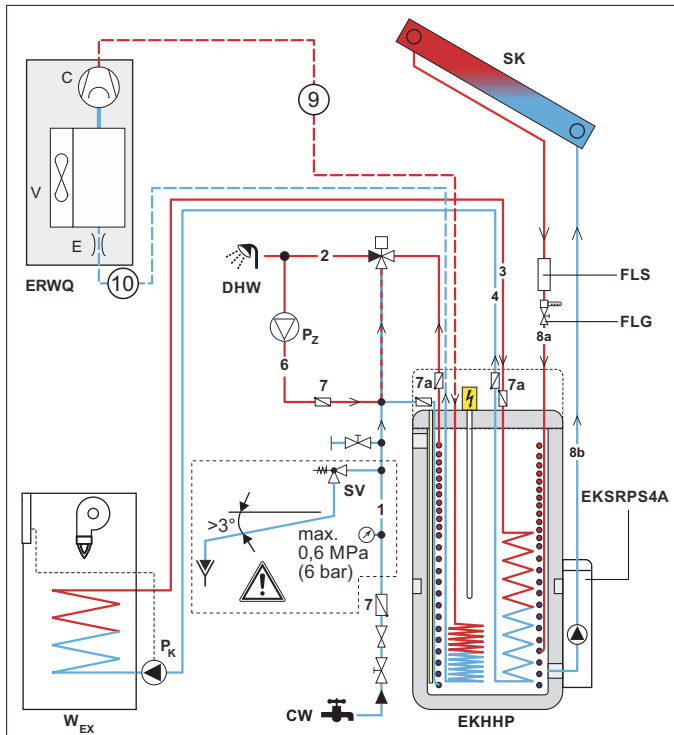

Bild 3-5 Hydraulischer Anschluss - Legende siehe Tab. 3-2 (Beispiel EKHHP500A*2V3 mit $p=0$ Solar und optionalem externem Wärmeerzeuger)
- 4 Hydraulische Anschlüsse an der DAIKIN EKHHP herstellen (siehe Bild 3-5).
Tab. 3-2 Legende zu Bild 3-5
- Hydraulische Systemeinbindung entsprechend Bild 3-5 ausführen.